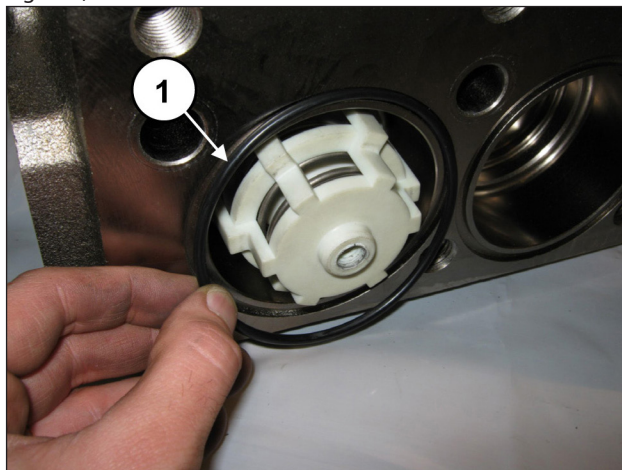

Fig. 157
Applicare l'O-ring frontale alle valvole di aspirazione (pos. ①, Fig. 157).